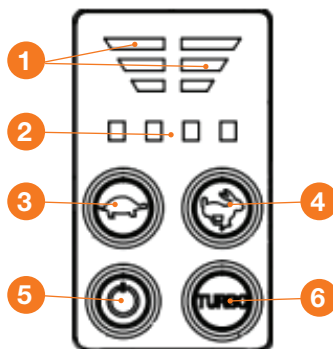

Рис. 12
2. Включите воздуходувку. Нажмите кнопку включения **5** (Рис. 12) на панели управления, мотор включится и на дисплее отобразится степень заряда батареи **1** для каждой из батарей и скорость воздушного потока **2**.